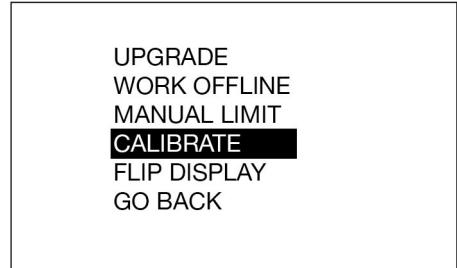
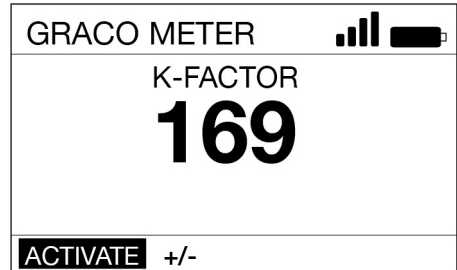

FIG. 20
FIG. 21
4. Seleccione la opción CALIBRATE (FIG. 20) para abrir la pantalla del Factor K de calibración que muestra la FIG. 21.
5. Seleccione ACTIVATE y pulse INTRO para iniciar la calibración de la válvula dispensadora con medidor (FIG. 21).